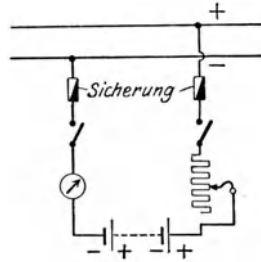

Abb. 38.
3. a) Nach Abb. 38, Netzpluspol mit Batteriepluspol verbinden!